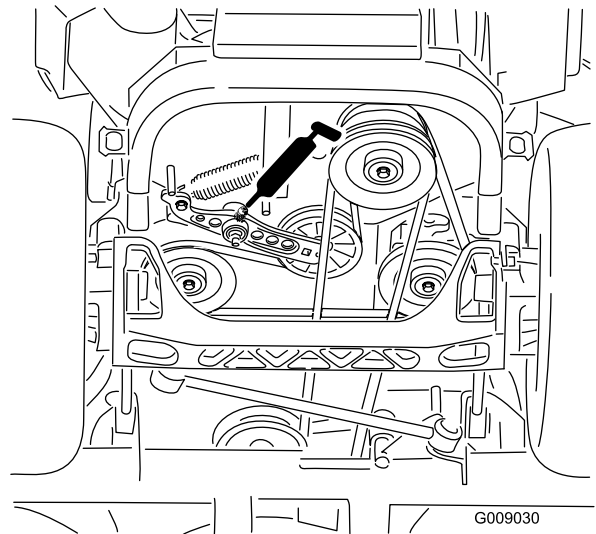

Figura 44
5. Engrase el brazo tensor de la correa de transmisión (Figura 44).